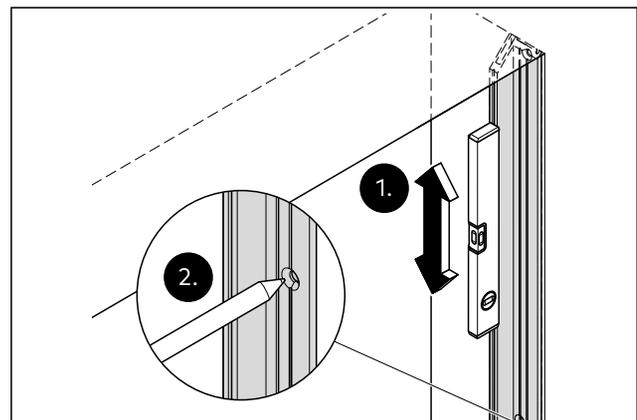

Abb. 25 Alle Bohrungen des Zargen-Adapterprofils am Untergrund markieren
1. Den Zargen-Adapterprofil senkrecht im Durchgang gemäß der Freigabezeichnung ausrichten (Abb. 25).